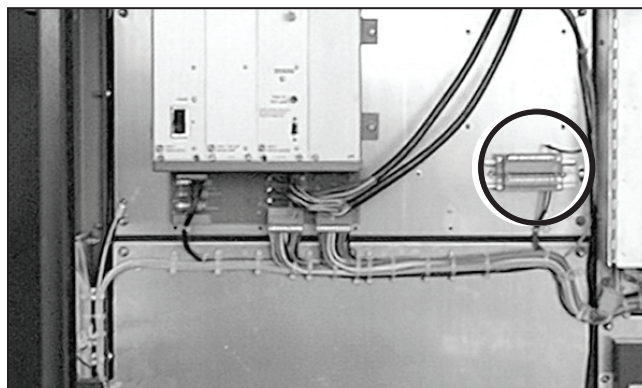

Figura 93. Enganche los cables de la conexión a tierra al bloque de terminal.
- (f) Hasta tres pares de cables de tierra, VS-G1 y VS-G2, están incluidos. Vea el diagrama de cableado para los detalles. Conecte los cables de tierra en la caja de contactos que se especifica en los planos que se incluyen. Ver Figura 93.